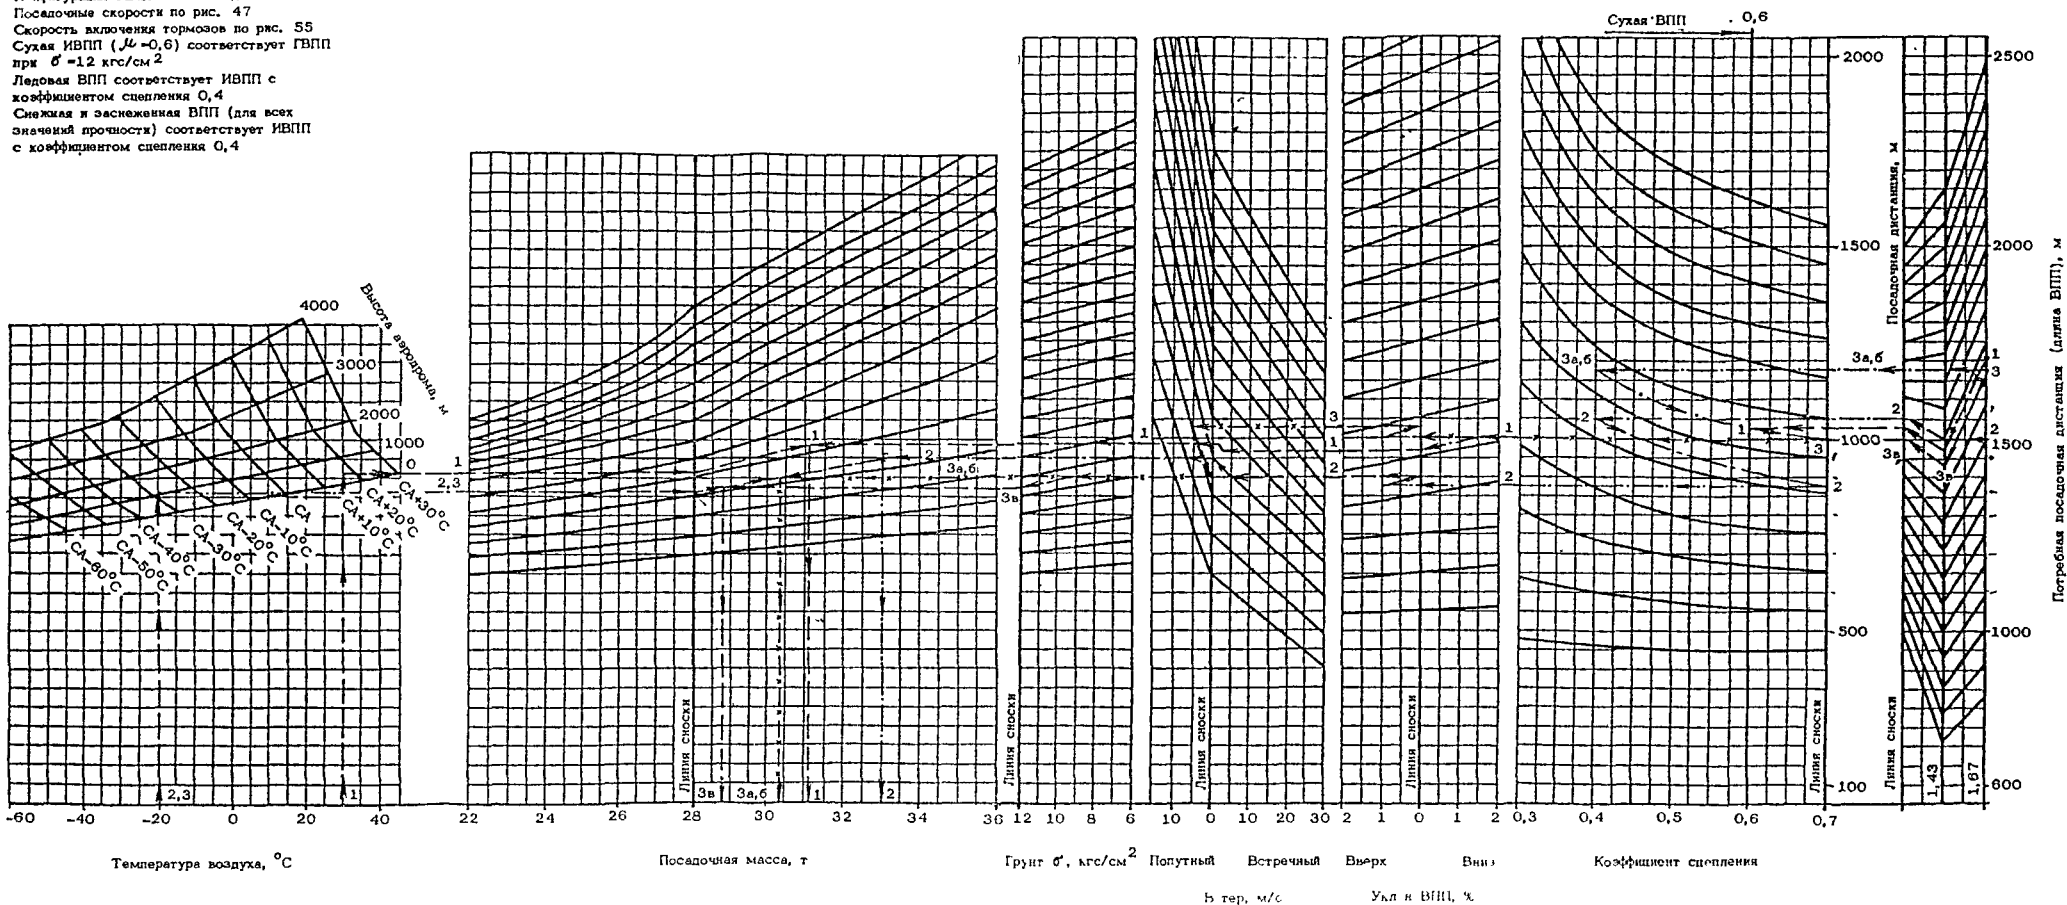

РИС. 51. ПОСАДОЧНАЯ ДИСТАНЦИЯ С ВЫСОТЫ 15 М ПРИ НОРМАЛЬНОЙ ПОСАДКЕ
4. По рис. 51 определите максимальную посадочную массу из условия располагаемой посадочной дистанции.
5. По рис. 51 и 54 найдите меньшую массу, которая будет являться максимально допустимой посадочной массой.
2. Определите максимально допустимую посадочную массу при посадке на сухую ВПП основного аэродрома по рис. 51. При коэффициенте 1,67 она равна 31,1 т. Наименьшая посадочная масса (рис. 51 и 54) равна 31,1 т. Она и является максимально допустимой посадочной массой при посадке на сухую ВПП для основных аэродромов. В случае посадки на сухую ВПП запасного аэродрома следует определять максимально допустимую посадочную массу по рис. 51 по шкале с коэффициентом 1,43.
2. Определите максимально допустимую посадочную массу по рис. 51. С коэффициентом $I,43$ (при коэффициенте сцепления 0,4) максимальная посадочная масса 33 т.
2. Определите максимально допустимую посадочную массу по рис. 51: